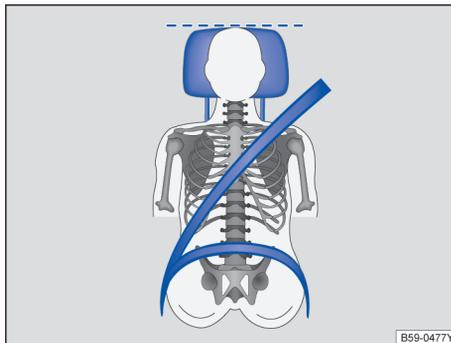

图 23 驾驶员头枕的正确位置
- 调节头枕，使头枕的上沿与您的头顶等高，不可低于眼睛，头部尽可能贴近头枕→图 23。